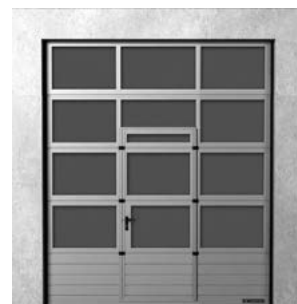
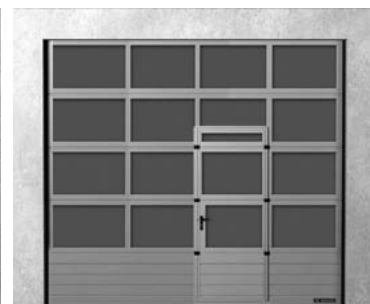

Рис. 17. Проходная дверь в воротах серии MakroPro Alu – разделение ширины на нечётное количество остеклений – вид с наружной стороны.
Рис. 18. Проходная дверь в воротах серии MakroPro Alu – разделение ширины на чётное количество остеклений – вид с наружной стороны.
- Проходные двери устанавливаются по центру или передвинуты по отношению к ширине центра ворот (см.: Рис. 17 и Рис. 18). Расположение двери зависит от разделения на вертикальную количество полей с шириной (см. стр. 26, 30).